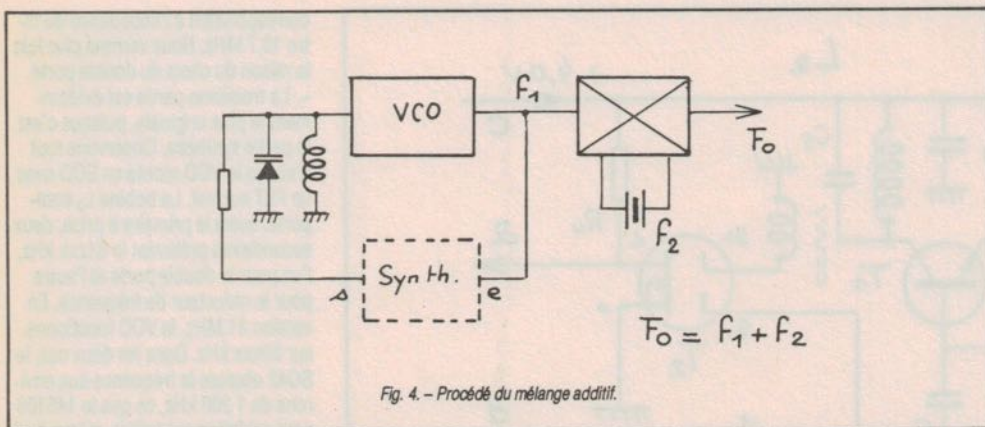

Fig. 4. - Procédé du mélange additif.
2. PORTEUSE LOCALE GENEREE PAR ADDITION (voir fig. 4)